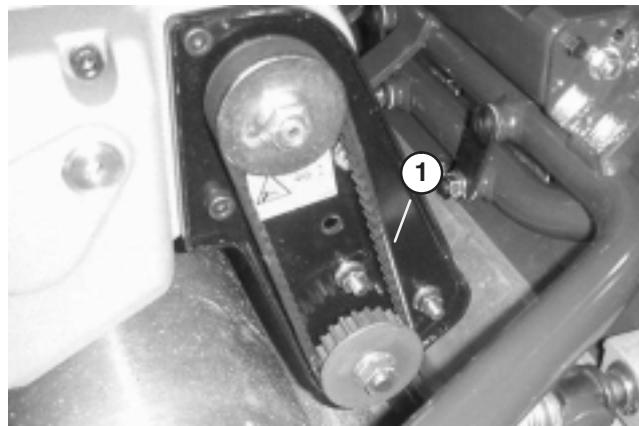

Bild 41
2. Prüfen Sie die Spannung des Riemens (Bild 41). Wenden Sie eine Kraft von $1,8 \pm 0,45$ kg in der Mitte der Scheiben an. Die Riemandurchbiegung sollte 6,4 mm betragen. Gehen Sie auf den nächsten Schritt, wenn die Durchbiegung nicht ordnungsgemäß ist.